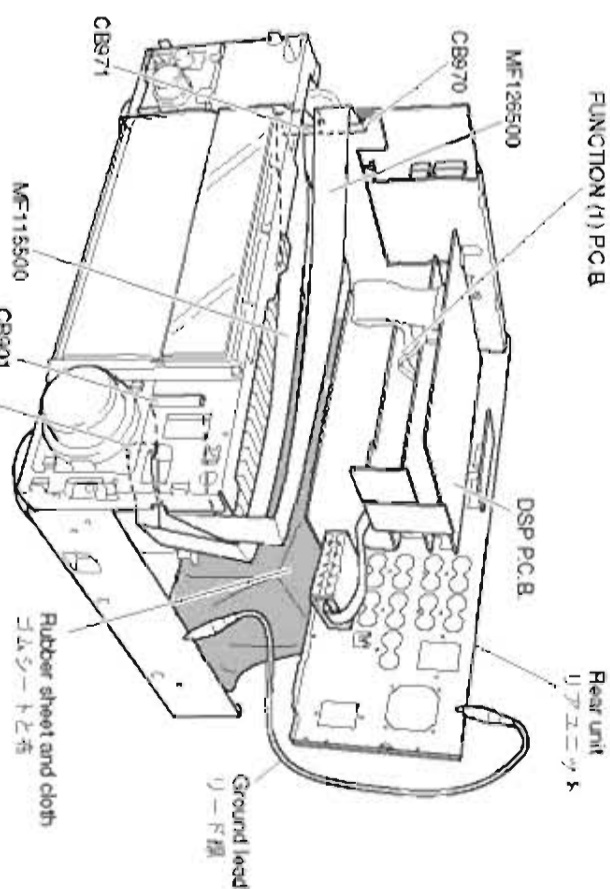

Fig. 9
- a. Remove 2 screws (16) and 5 screws (17). (Fig. 9)
- b. Remove CB6, CB11, CB15 and CB253. (Fig. 9)
- c. Remove the amp unit. (Fig. 9)
- a. ⑯のネジ2本、⑰のネジ5本を外します。(Fig. 9)
- b. CB6、CB11、CB15、CB253を外します。(Fig. 9)
- c. アンプユニットを取り外します。(Fig. 9)